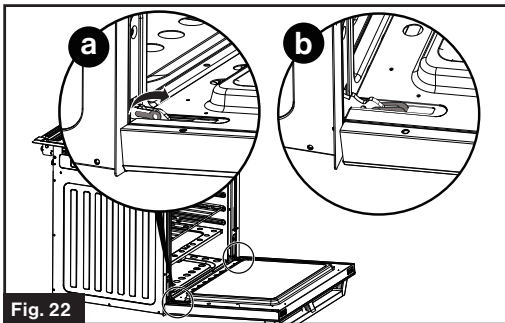

Fig. 22
- Voltee las palancas de las bisagras (una a cada lado) hacia usted. (Fig. 22)